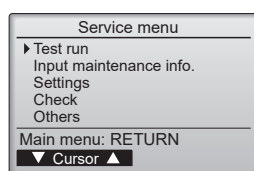

Fig. 7-1
- ① Seleccione "Test run" (Modo prueba) desde el Menú principal, y pulse el botón [SELECT/HOLD]. (Fig. 7-1)